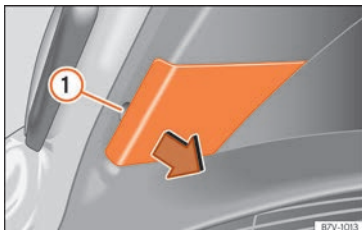

Abb. 68 An der Gepäckraumklappe: Abdeckung abnehmen.
- Mit der flachen Klinge des Schraubendrehers aus dem Bordwerkzeug (» Seite 44) die Abdeckung an der Aussparung » » **Abb. 68** ① vorsichtig abhebeln.